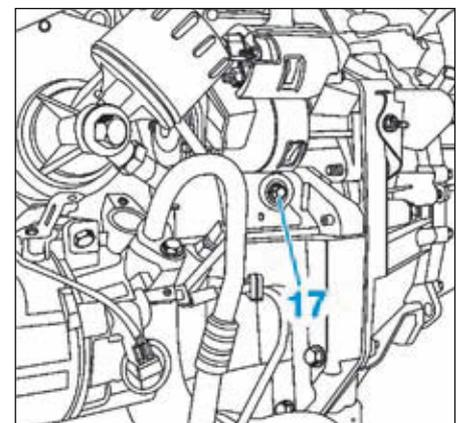

FIG.12
- le bouchon de pigeage (17) du vilebrequin situé sous le démarreur (Fig.12).